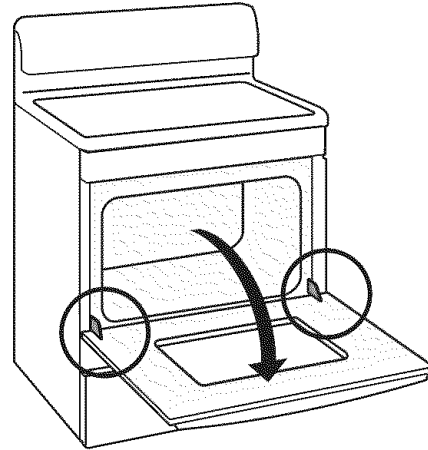

Fig. 1
1. Fully open the oven door -*Fig. 1*-.